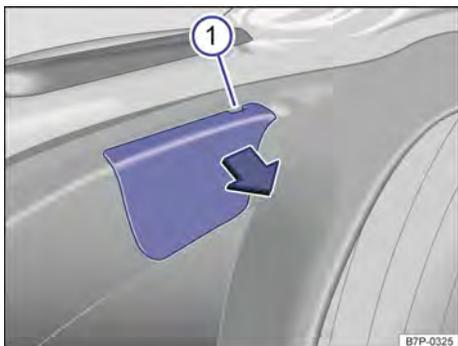

Fig. 237 Na tampa do compartimento de bagagem: retirar a cobertura.
3.	Com a lâmina da chave de fenda das ferramentas de bordo, levantar cuidadosamente a cobertura no entalhe → Fig. 237 ①.